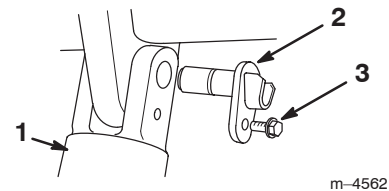

Abbildung 6
2. Die Schraube entfernen, mit der der obere Kippzylinderstift befestigt ist (Abb. 6).